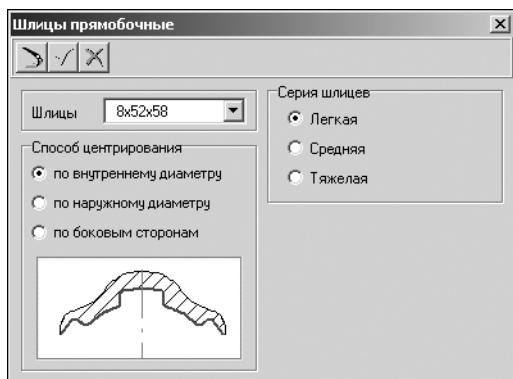

Рис. 5.7.
4. Щелчком мыши укажите тип **Шлицы прямобочные**. Откроется окно, предназначенное для ввода параметров шлицев в соответствии с ГОСТ 1139-80 (рис. 5.7).